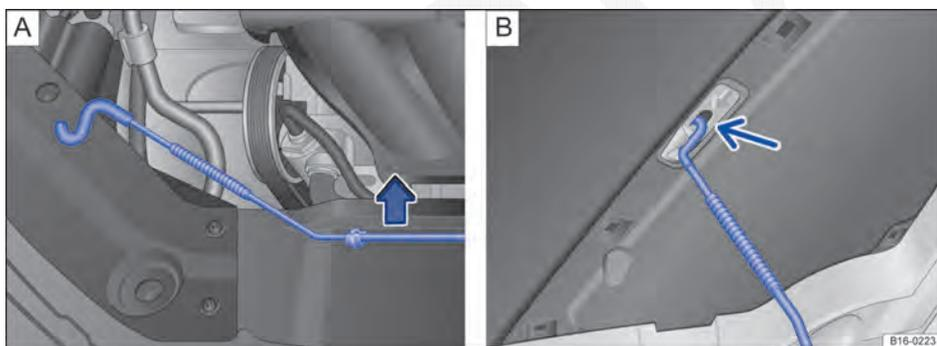

Fig. 203 A No compartimento do motor: suporte da tampa. B Tampa do compartimento do motor aberta.
- Retirar o apoio dobrável do suporte no sentido da seta ⇒ Fig. 203 A e encaixá-lo na abertura na tampa do compartimento do motor ⇒ Fig. 203 B (seta).
- Desenganchar o apoio dobrável e travá-lo no suporte no fecho ⇒ Fig. 203 A.